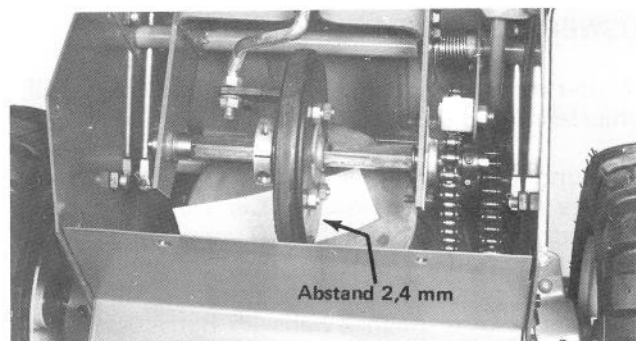

Abb. 34
6. Mit einer 2,4 mm starken Fühlerlehre den Abstand zwischen gummibereiftem Rad und Friktionsscheibe (Abb. 34) kontrollieren. Ist der Abstand kleiner oder grösser, Schritt 1 - 4 wiederholen. Stimmt der vorgeschriebene Abstand (2,4 mm), die hintere Abdeckung wieder mit den vier Blechschrauben befestigen.